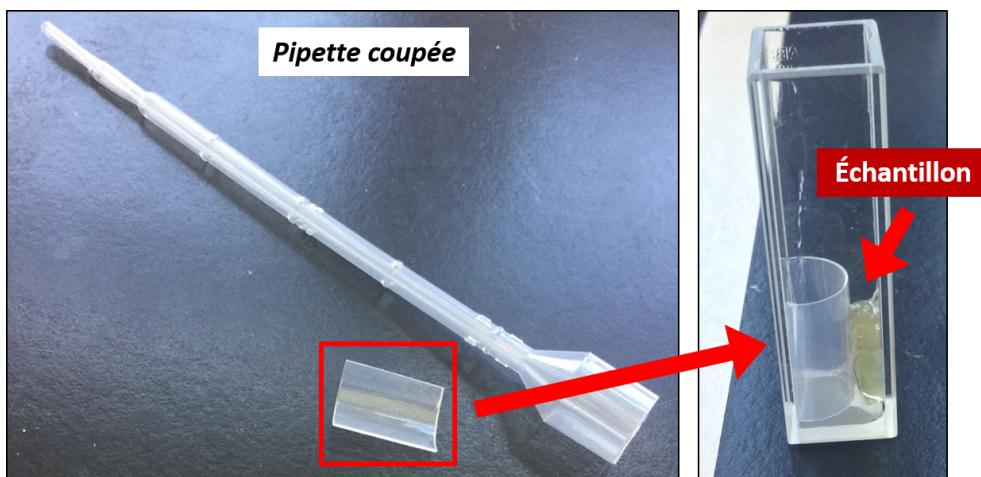

Figure 24 – Exemple de stabilisation de l'échantillon dans la cuvette
4. Si nécessaire, stabiliser l'échantillon (voir figure 24).